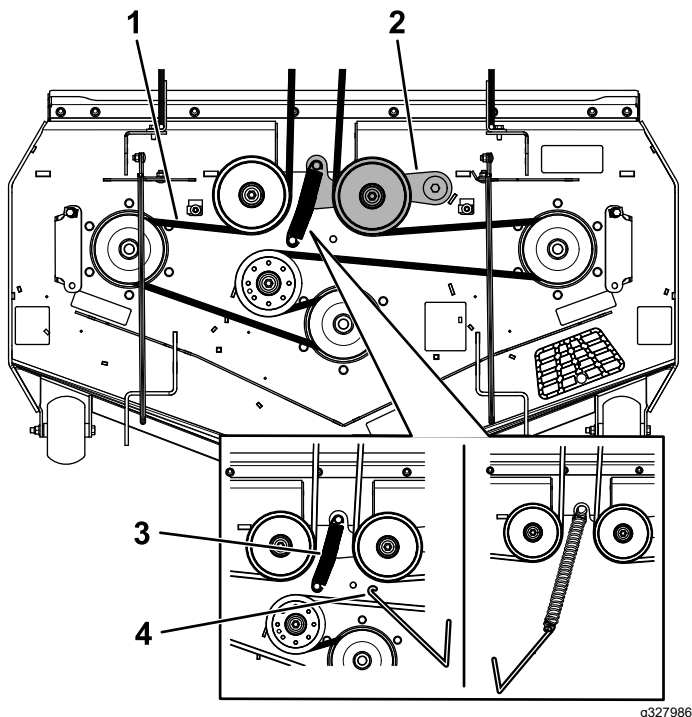

Bild 61
Mähwerkshaken, um die Spannung von der Spannscheibe zu nehmen (Bild 61).
8. Legen Sie den neuen Riemen um die Riemenscheibe des Mähers (Bild 61).
9. Bringen Sie die Spannscheibenfeder an der Mähwerkstrebe an (Bild 61).